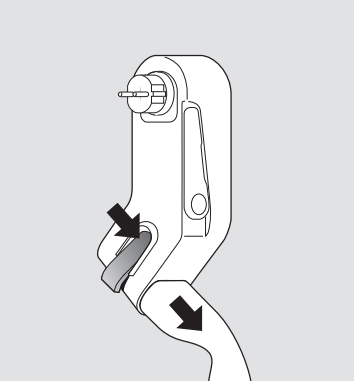

Рис. 3: Пристрій для розб'ювання розетки типу 2
- Від'єднайте мобільну док-станцію (Mobility Dock) (A) від розетки.
- Розблокуйте (D) настінний кронштейн (E) і поставте його у вихідне положення.
- При необхідності розблокуйте зарядний штекер оранжевим важелем (B) та від'єднайте його (див. рис. 3).